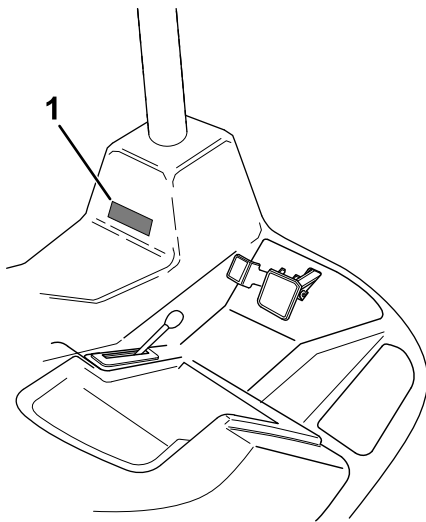

Bild 6
10. Bringen Sie den Aufkleber des Neigungssensors neben dem Aufkleber der Maschinenstabilität auf der Bedienerplattform an (**Bild 6**).